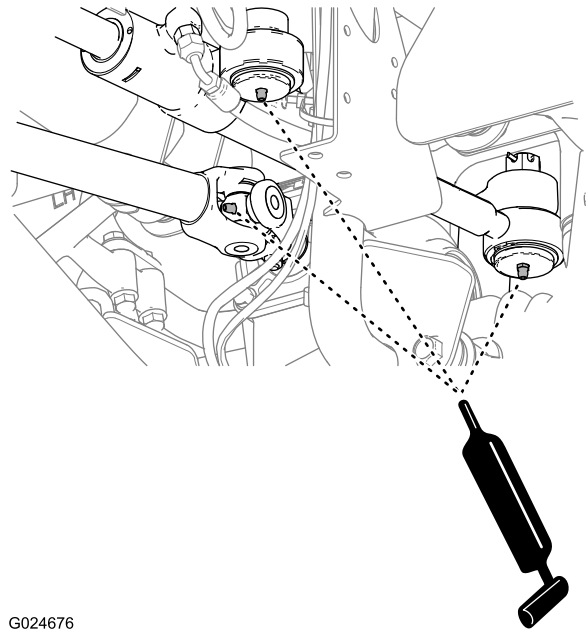
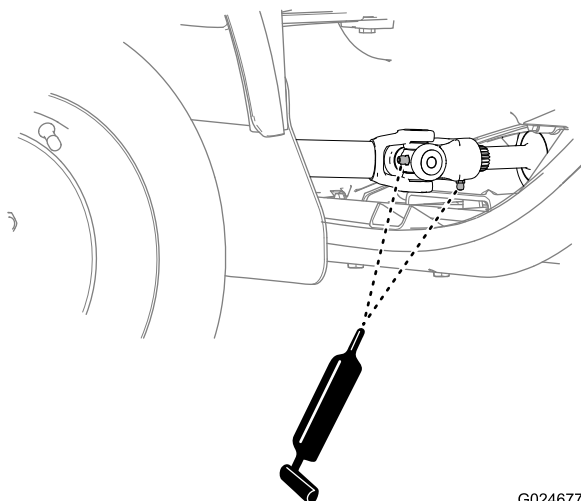

Figura 52
Figura 53
1. Limpie los engrasadores de las rótulas delantera y trasera del cilindro de dirección (Figura 52).
2. Lubrique los engrasadores de las rótulas delantera y trasera del cilindro de dirección (Figura 52).
1. Limpie los engrasadores de las juntas cardán delantera y trasera, así como la horquilla deslizante, la horquilla fija y las dos juntas cardan (Figura 52 y Figura 53).
- Lubrique los engrasadores de la horquilla deslizante y las 2 juntas cardán con la grasa especificada (Figura 52 y Figura 53).